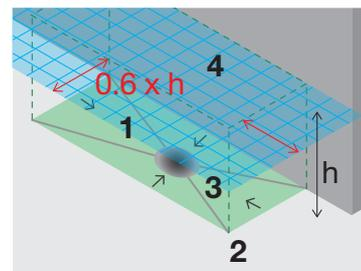

Abb. 1
- Der Güterumschlagplatz muss **überdacht¹ und abflusslos** sein. Durch unterschiedliche Gefälle und/oder Entwässerungsrinnen muss dieser von den übrigen Verkehrsflächen getrennt entwässert werden. Dadurch fällt auf dem Platz kein Regenwasser an und auslaufende Flüssigkeiten können nicht auf andere Platzflächen gelangen (Abb. 1).
- Der Güterumschlagplatz muss mit einem **dichten Belag befestigt** sein, damit auslaufende Flüssigkeiten nicht in den Untergrund gelangen können. Bei gewissen Stoffen ist dazu ein Spezialbelag nötig (Abb. 1, Punkt 1).
- Der Güterumschlagplatz muss über ein **Rückhaltevolumen** verfügen, in welchem die auslaufende Flüssigkeit aufgefangen wird. Die Grösse richtet sich nach der **Tabelle auf Seite 8**. Als Rückhaltevolumen können ein abflussloser Schacht, eine beckenförmige Platzfläche oder andere Rückhaltevorrüchtungen verwendet werden (Abb. 1, Punkt 3).
- Der Güterumschlagplatz muss nach Möglichkeit **überdacht¹ und abflusslos** sein (vgl. Abb. 1). Der Umschlag kann auch in einer abflusslosen Halle erfolgen.